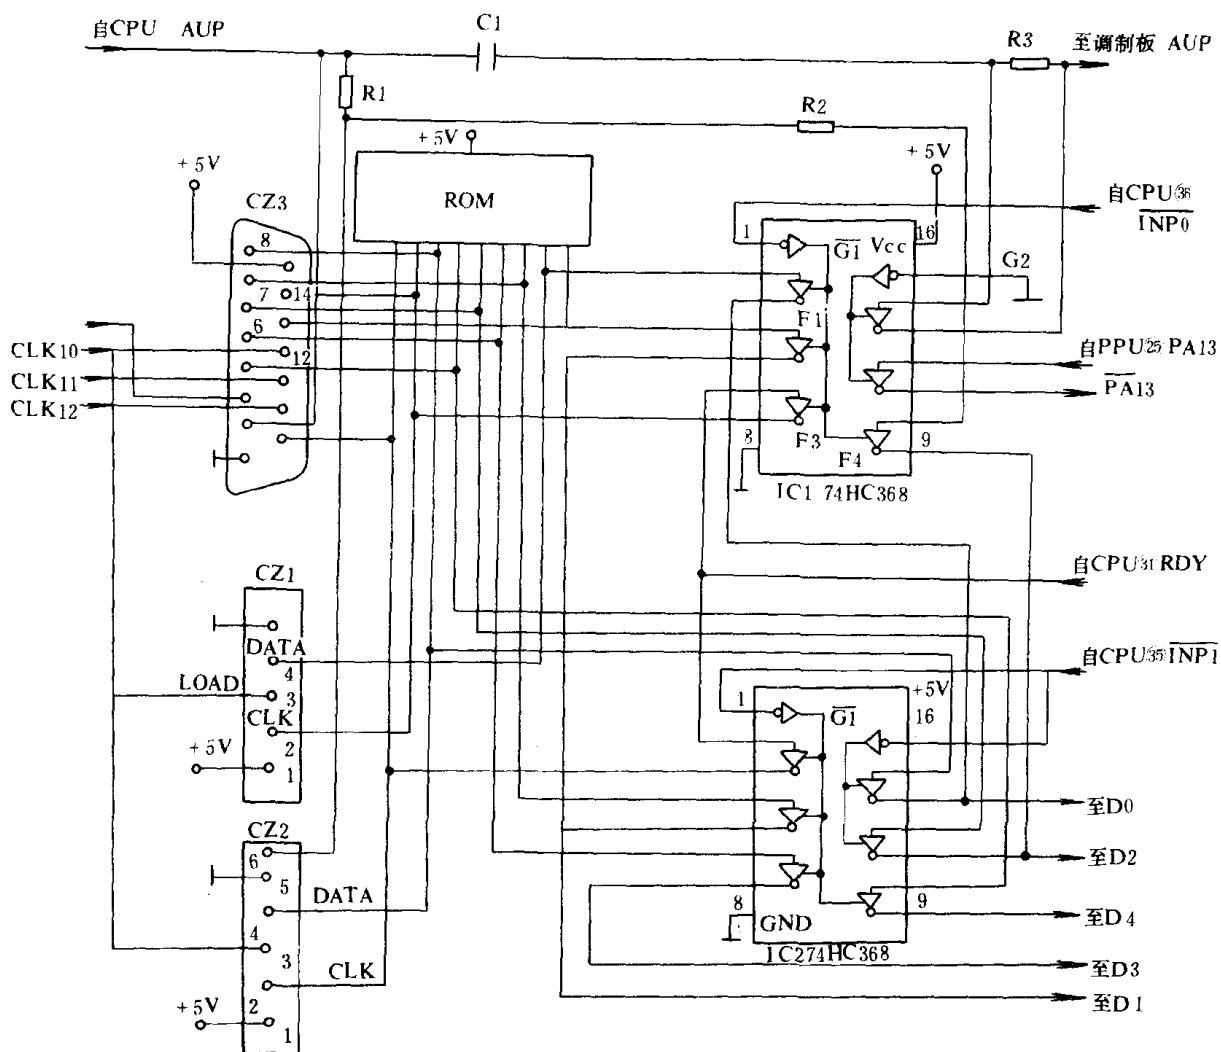

图 3.8.2 接口电路原理图
游戏机接口电路原理图如图 3.8.2 所示。图 3.8.2 由三部分组成: 第一部分为两块芯片 74LS368; 第二部分为两个主、副控制盒的输入端线接线柱 CZ1、CZ2; 第三部分是 15 个接线柱(腿)的扩充插口 CZ3。
图 3.8.2 中, 两个 74LS368 芯片内有六个反相器, 它们的输出端挂在数据总线、控制总线上, 它们的输入端其中有许多同时和几个器件相连, 例如: IC1 的 F1、F2、F3、F4, IC2 的 F2、F3、F4、F5、F6 等, 它们或同时和 CPU、CZ1 相连, 或同时和游戏卡 ROM、CZ 相连。但是, 当游戏机运行时, 这些器件并不同时都处于工作状态, 当其中一个器件要利用总线与其它器件进行通信联络或进行数据变换时, 要求其它器件处于“脱线”状态, 否则就会发生相互之间的干扰。在计算机系统, 通常只允许在同一时刻只有一个器件驱动总线。IC1、IC2 中的高阻状态正是为此目的而设的。
从图 3.8.2 我们可以看到, 当 CPU 的管脚⑩ $\overline{INP0} = 0$ 时, CPU 通过 IC1 74LS368 能与主控制盒(I)(通过插座 CZ1)、扩充插口 CZ3、游戏卡 ROM 进行通信。此时, 主控制盒通过插口 CZ1 送入的信号, 可将数据挂在数据总线上。若 $\overline{INP1} = 0$ 时, 那么 CPU 通过 IC2 74LS368 芯片能与副控制盒(II)(通过插口 CZ2)、扩充插口 CZ3、游戏卡 ROM 进行通信。同样, 由副控制